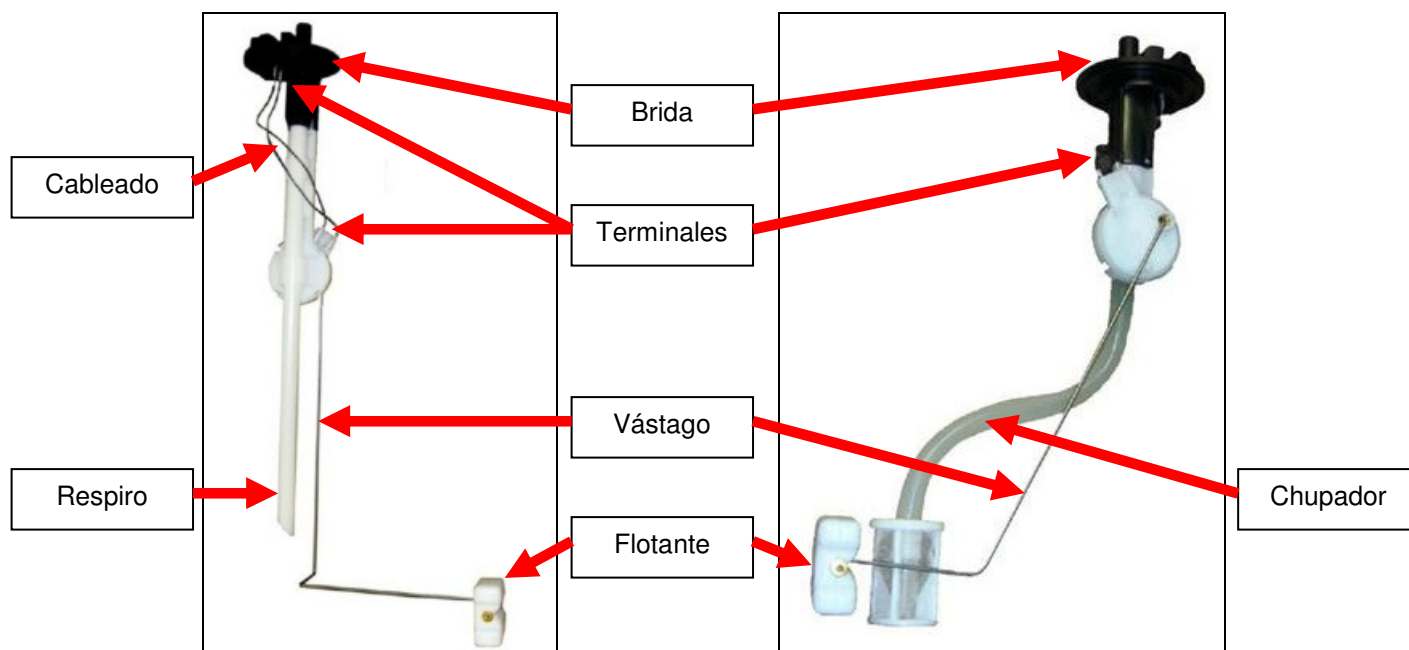

Fig. 2 – Componentes del emisor de combustible (275 lt y 150 lt)
2. Verifique posibles daños en los componentes relacionados (Fig. 2). En caso de que alguno de los componentes presente daños, sustituya el emisor: